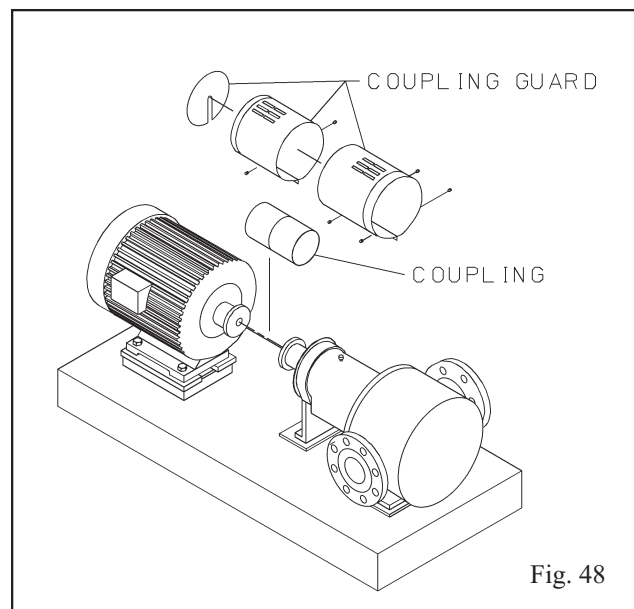

Fig. 48
17. Install coupling guard (Fig. 48).